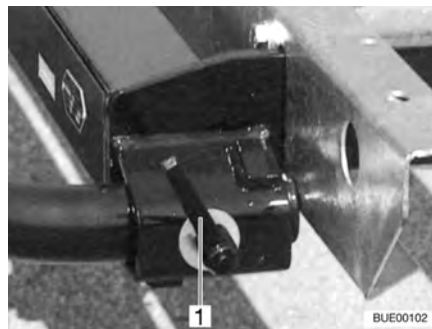

Fig. 5 Chiusura rapida
- Inserire il supporto a sinistra e a destra negli alloggiamenti sul telaio e assicurarlo con una chiusura rapida (Fig. 5,1).
- Rilasciare la chiusura rapida (Fig. 5,1) e sfilare i supporti dagli alloggiamenti sul telaio.